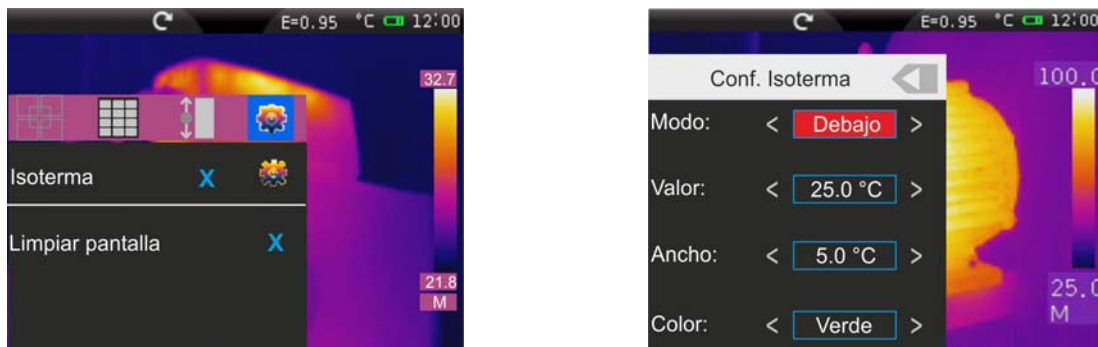

Fig. 59: Configuraciones instrumento Isoterma
En el Menú Imagen toque el icono “” para seleccionar la función Isoterma y además activar una función de limpieza de la pantalla. Las siguientes opciones están disponibles (vea la Fig. 59)
2. Toque el icono “” para la definición de las características de la Isoterma. Se muestra la pantalla de Fig. 59. El significado de los textos es el siguiente: